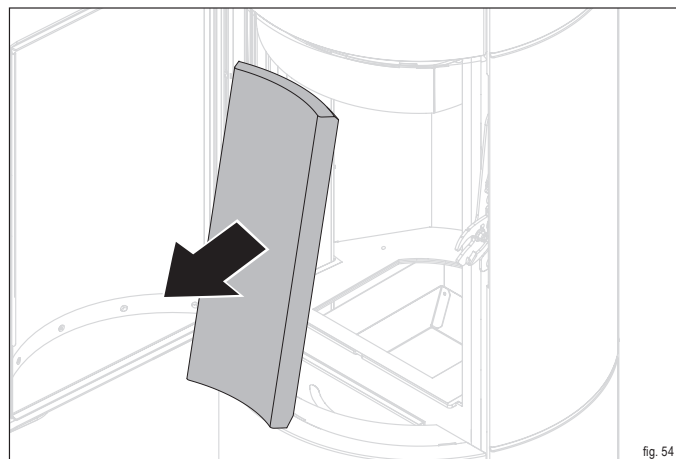

fig. 54
- ▶ Estrarre la pietra termica posteriore (fig. 54).